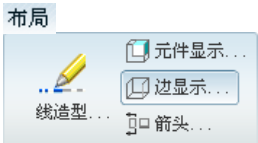

图 10.4.24 “绘图显示”子菜单
Step1. 如图 10.4.24 所示，在工程图环境中的工具栏区选择 **布局** ➡ **边显示...** 命令。